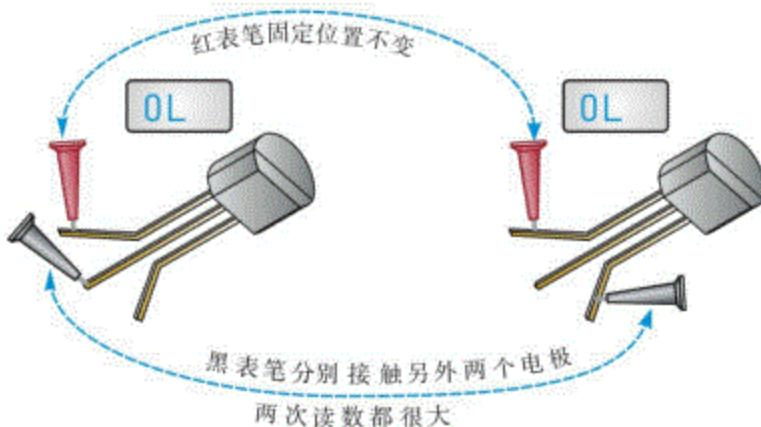

图9.99 两次读数大
⑤如果进行上面第③步时两次万用表读数都很大，如图9.99所示，则说明假定的基极不成立。